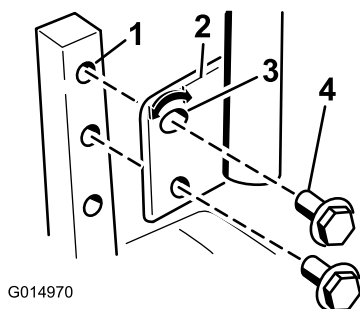

Figure 23
1. Retirez les 2 boulons qui fixent le levier de commande à l'arbre du bras de commande (Figure 23).
2. Placez le levier de commande dans les trous suivants. Fixez le levier avec les 2 boulons (Figure 23).
2. Desserrez le boulon inférieur jusqu'à ce qu'il soit possible de faire pivoter le levier de commande en avant ou en arrière (Figure 23). Serrez les deux boulons pour fixer la commande à sa nouvelle position.